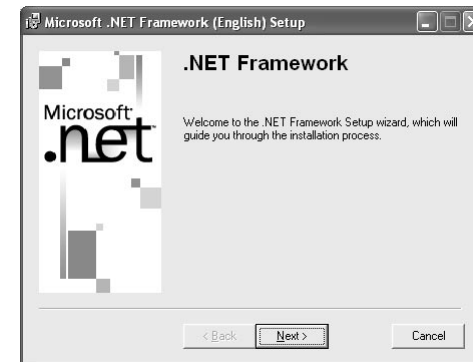

Abb.6 Startfenster für Microsoft .Net Framework-Installationsprogramm
- 3** Das in Abb.6 gezeigte Installationsprogramm wird nun gestartet. Führen Sie die Installation gemäß den Anweisungen des Installationsprogramms durch.